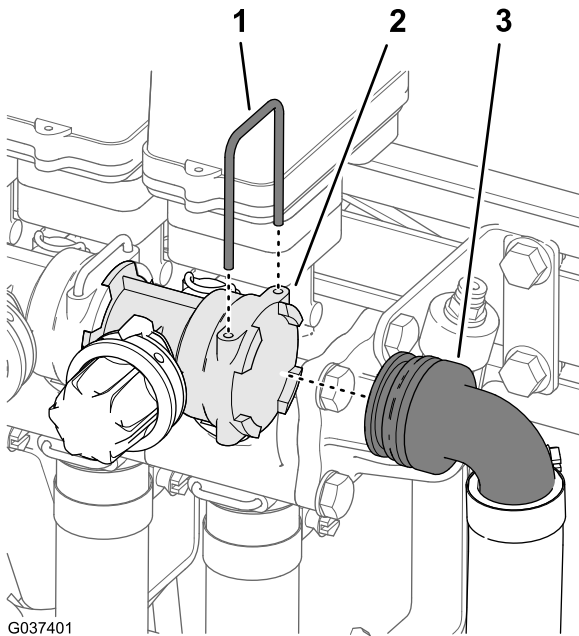

図 29
- 3. 90° フィッティングを右側ブームバルブのバイパスバルブに固定しているリテーナを取り外す 図 29。
4. 90°フィッティングをバイパスバルブから外す 図 29。